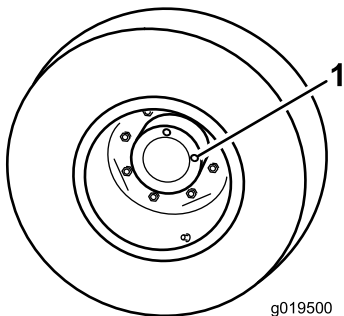

Bild 85
1. Wenn die Maschine auf einer ebenen Fläche steht, positionieren Sie das Rad so, dass eine Prüfschraube (Bild 85) auf 12 Uhr und die andere auf 3 Uhr steht.
1. Prüf-, Ablassschraube (2)
2. Entfernen Sie die Schraube, die auf 3 Uhr steht (Bild 85). Der Ölstand sollte an der Unterkante des Prüfschraubenlochs liegen.